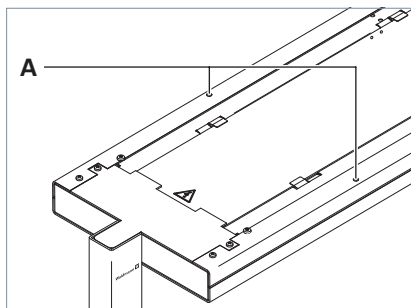

Fig. 11: Leuchtenkopf justieren.
- ▶ Um den Leuchtenkopf anzuheben, drehen Sie die Justierschrauben **A** gegen den Uhrzeigersinn, siehe Fig. 11.